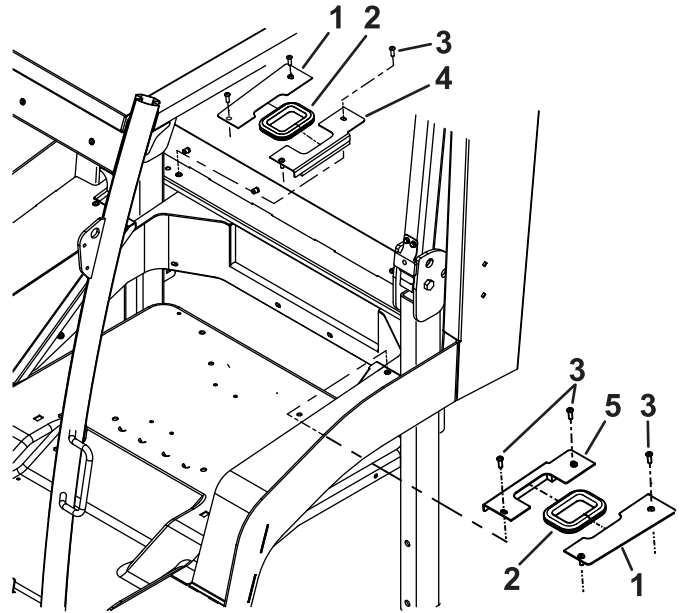

Figure 14
9. Installez les joints de chaque côté de l'arceau de sécurité (Figure 14).
10. Installez le couvercle gauche et 1 couvercle de maintien dans le joint gauche et fixez les couvercles avec 4 vis (1/4" x 3/4") ; voir Figure 14.
11. Installez le couvercle droit et 1 couvercle de maintien dans le joint droit et fixez les couvercles avec 4 vis (1/4" x 3/4") ; voir Figure 14.